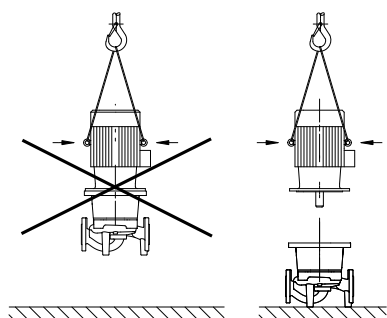

Fig. 35: Transport van de motor
- De transportogen aan de motor zijn alleen bestemd voor het transport van de motor, niet van de gehele pomp (Fig. 35).